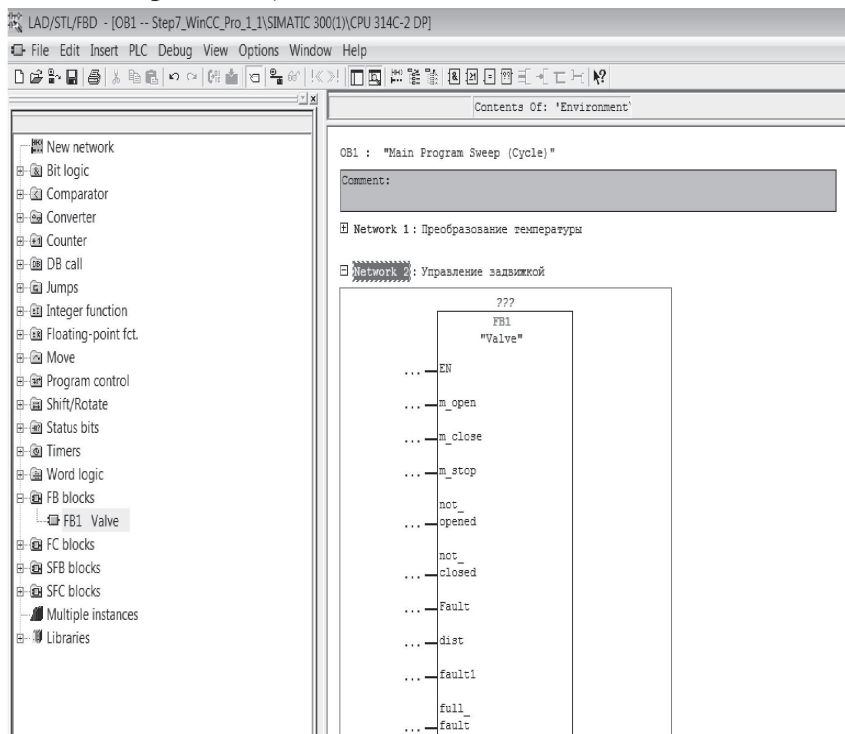

Рис. 2.21. Добавление блока FB1 на рабочее поле блока OB1
10. Вытаскиваем на рабочее поле созданный нами функциональный блок FB1 (рис. 2.21).